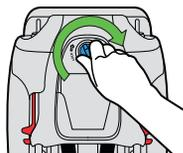

Figure 29
- Alignez le panneau d'accès du harnais avec l'ouverture du dossier et placez-le en position à l'aide du bouton-pression. Verrouillez ensuite le panneau d'accès en place en tournant son verrou dans le sens des aiguilles d'une montre, comme sur la **Figure 29**.